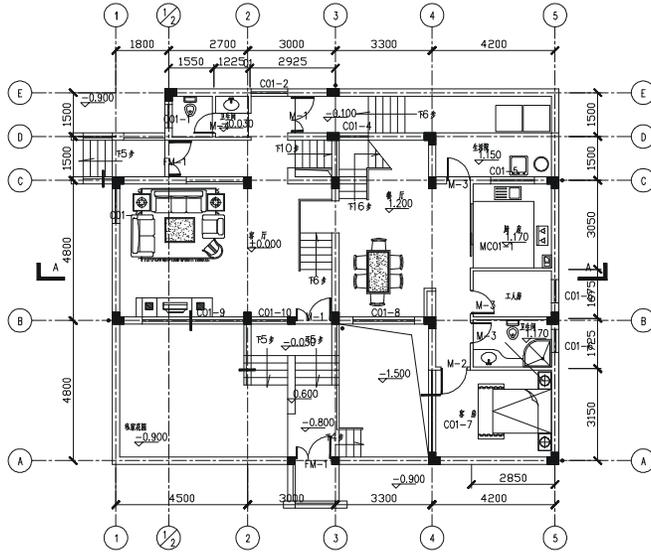

图 9-1-75
**STEP 04** 其他的标高可以用复制命令 COPY 复制已绘制好的标高，再双击其数字，在弹出的编辑对话框中将其修改为需要的数字即可，绘制所有标高如图 9-1-75 所示。